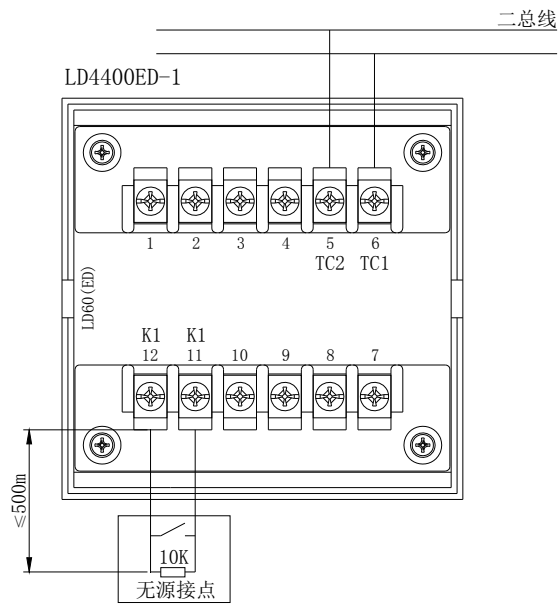

图 4-2
- ★ 接线：剪、剥导线后按照接线图和端子图将TC二总线与相应端子正确连接，并且模块输入线末端(远离模块端)并联一个10KΩ的终端电阻(可选4KΩ~30KΩ)(具体接线参照图4-2接线图)。